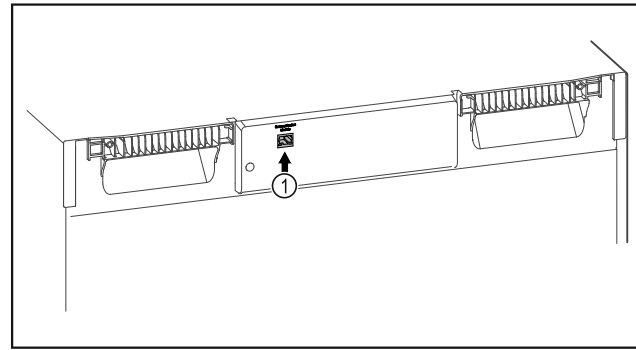

Fig. 150
- SmartModule Fig. 150 (1) este instalat.